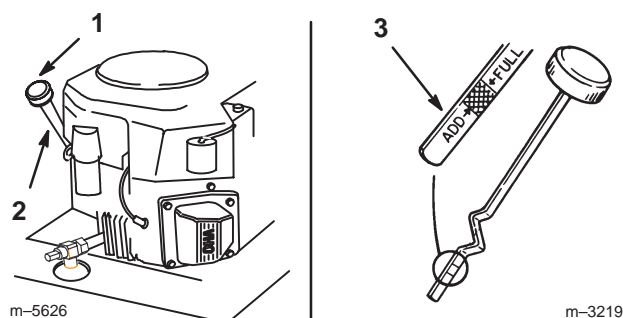

Figure 34
2. Nettoyez la surface autour de la jauge d'huile (Fig. 34) pour éviter que des impuretés ne s'introduisent dans le goulot de remplissage, ce qui risquerait d'endommager le moteur.
3. Dévissez la jauge d'huile et essuyez soigneusement l'extrémité métallique (Fig. 34).
4. Enfoncez la jauge complètement dans le goulot de remplissage sans la visser (Fig. 34). Sortez de nouveau la jauge et examinez l'extrémité métallique. Si le niveau est bas, versez lentement une quantité d'huile suffisante dans le goulot de remplissage pour amener le niveau au repère du plein (Full).
5. Versez lentement environ 80% de la quantité d'huile spécifiée dans le goulot de remplissage (Fig. 34) (voir Changement de l'huile moteur et du filtre, page 32).